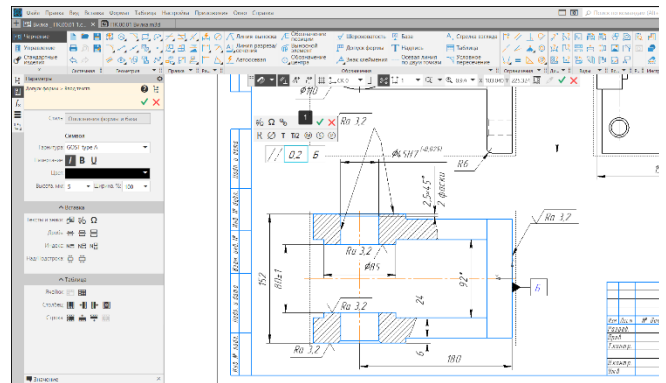

Рисунок 257 – Сохранение таблицы допусков
- Для завершения процесса формирования таблицы допуска с сохранением произведенных изменений нажмем кнопку Создать объект (1) (Рисунок 257);